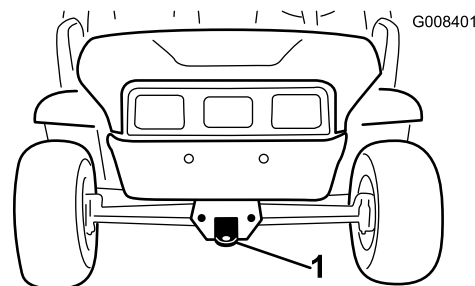
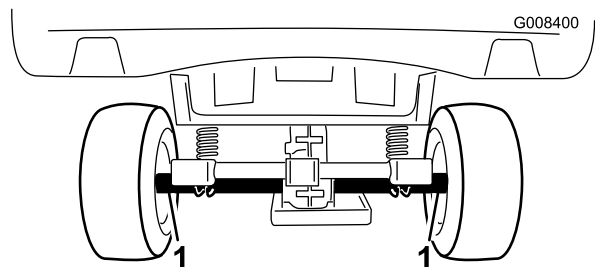

図 22
図 21
長距離を搬送する場合にはトレーラを使用してください。その場合、車体をトレーラに確実に固定して輸送してください。ロープ掛けのポイントについては図 21 と 図 22 を参照してください。
2. 機体前部にある牽引トングにロープなどの牽引索を取り付ける 図 22。